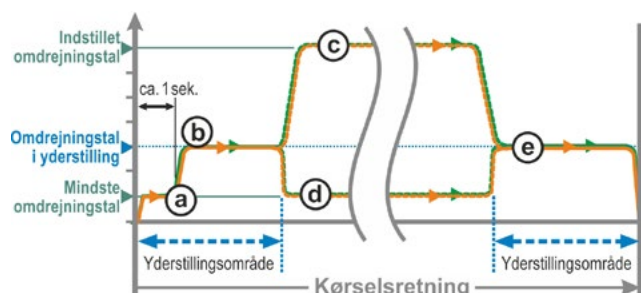

Fig. 1: Omdrejningstal i yderstilling "normal"
- fra yderstillingen med det laveste omdrejningstal, ca. 1 sek. (fig. 1: kurve **a**), for efterfølgende at skifte til omdrejningstallet i yderstilling, se **b**;